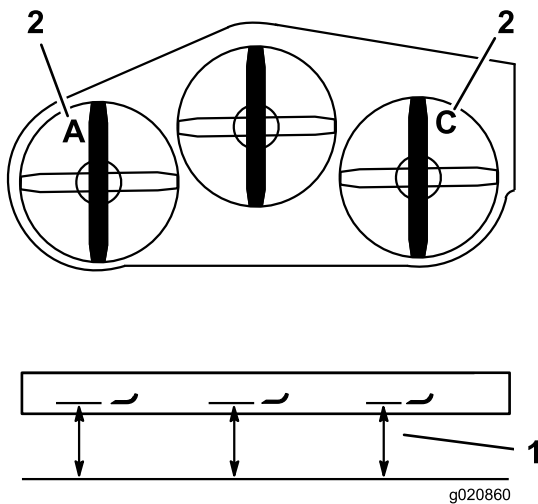

Figure 86
4. Mesurez et notez la distance au point **A** entre la surface plane et le tranchant de la pointe de la lame gauche (Figure 86).
5. Mesurez et notez la distance au point **C** entre la surface plane et le tranchant de la pointe de la lame droite (Figure 86).
3. Mesurez et notez la distance au point **C** entre la surface plane et le tranchant de la pointe de la lame droite (Figure 86).